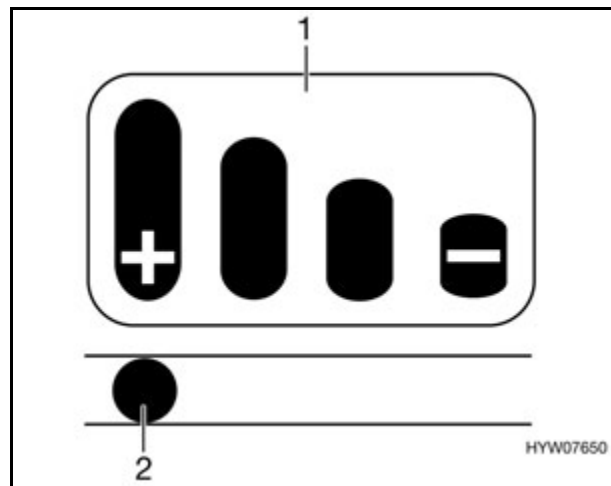

Fig. 154 Témoin d'usure
Un témoin d'usure (Fig. 154) avec diagramme à bâtons (Fig. 154,1) figure sur la poignée d'attelage.
- Quand la goupille (Fig. 154,2) dans le trou oblong se trouve sur la marque avec le signe "+", les garnitures de friction sont encore à l'état neuf.